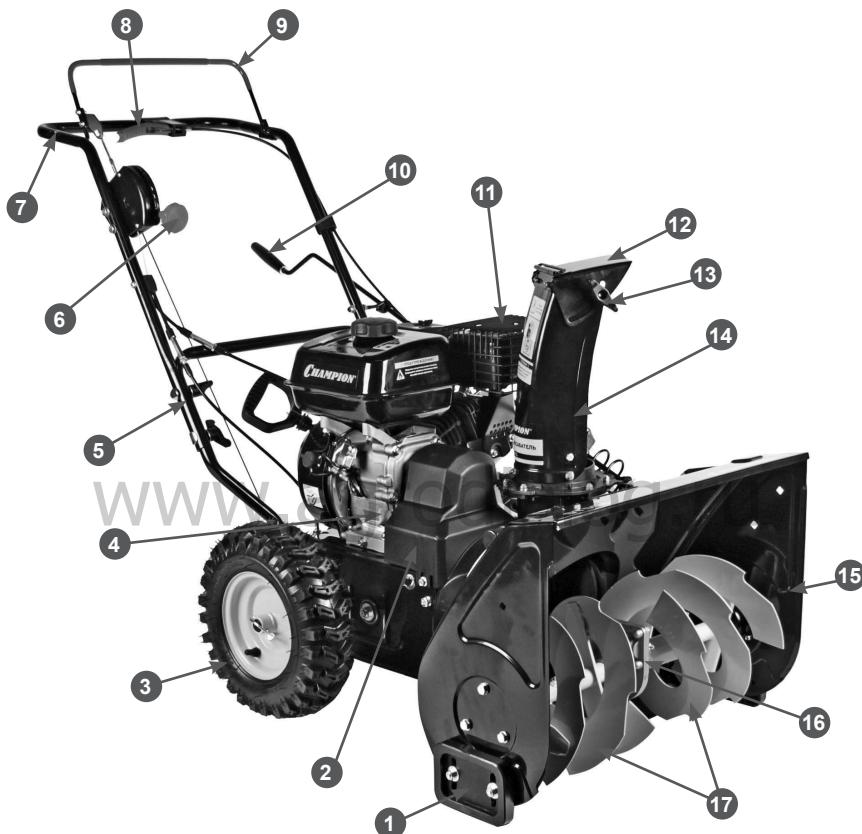

Рис. 1 Основные узлы и органы управления (общий вид)
Расположение основных узлов и органов управления представлено на Рис. 1, 2.
- открутите болты крепления и снимите кожух 2 защитный ремней (Рис. 1);